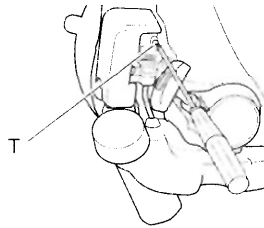

Fig. 10
**Ajuste del carburador (Fig. 10)**